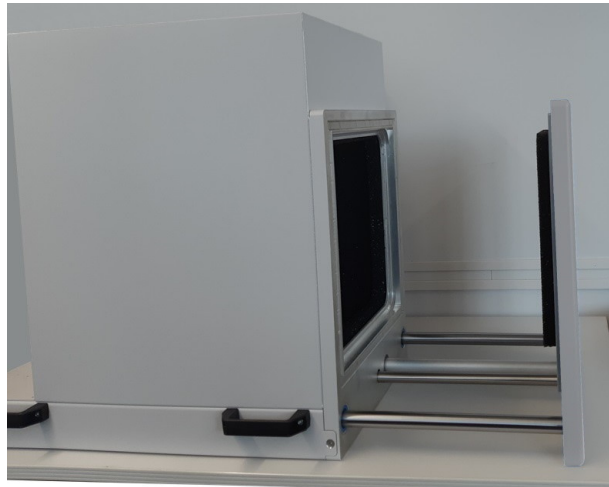

Figura 6-2: Abra la puerta completamente encima de la mesa
- Tiene suficiente espacio para abrir la puerta, véase el figura 6-2.
- b) La puerta abierta se encuentra completamente encima de la mesa, como se muestra en la figura 6-2.